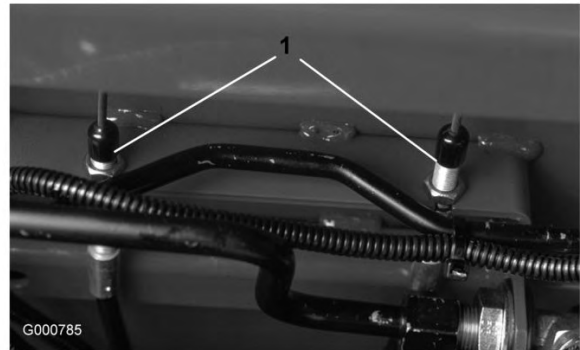

Figura 76
2. Para reducir la holgura de los pedales de freno, apriete los frenos aflojando la tuerca delantera del extremo roscado del cable de freno (Figura 76). Luego apriete la tuerca trasera para mover el cable hacia atrás hasta que los pedales de freno tengan una holgura de 1,25-2,5 cm. Apriete las tuercas delanteras una vez que los frenos estén ajustados correctamente.